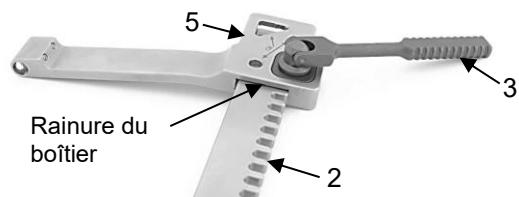

Fig. 16
Faire passer la crémaillère (2) dans la rainure du boîtier (5) jusqu'à ce que la roue dentée du levier d' entraînement (3) s'enclenche dans la crémaillère (2) (Fig. 16).